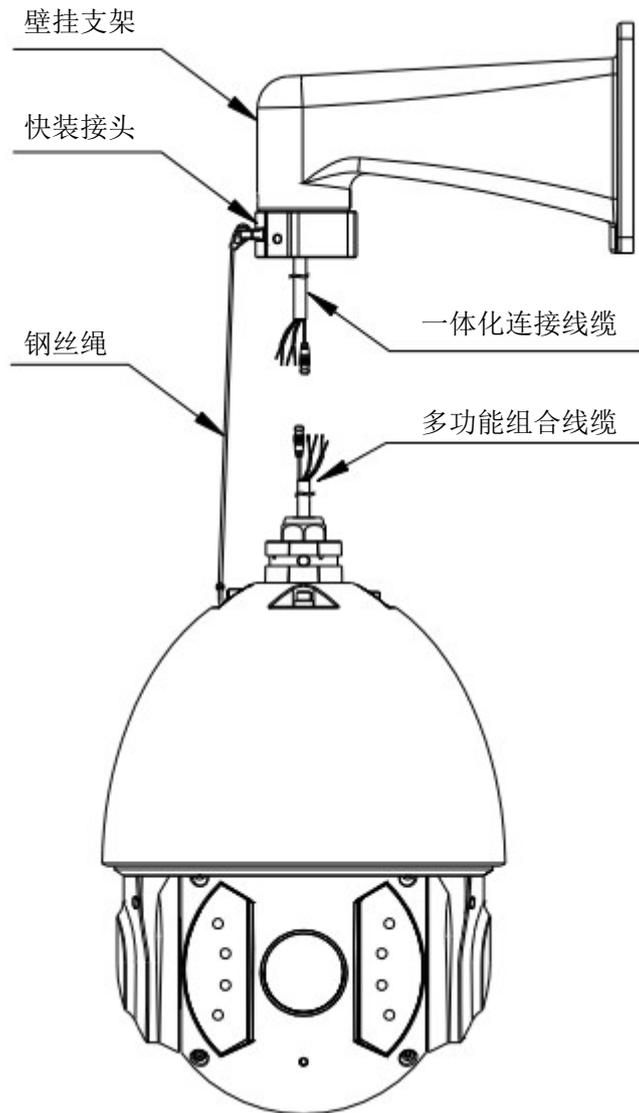

图1.5.2 接线示意图
1、把红外球外罩上的钢丝绳连接到快装接头的挂钩处，见图1.5.2所示。
2、把壁挂支架预留的一体化连接线缆与红外球上的多功能组合线缆对应的电源线、视频线、音频线、RS-485控制线、报警线、网线、高频线、光纤线等（根据需要连接）连接好，然后分别在接线接口处用绝缘胶带缠好，做好防水事宜。见图1.5.2所示。